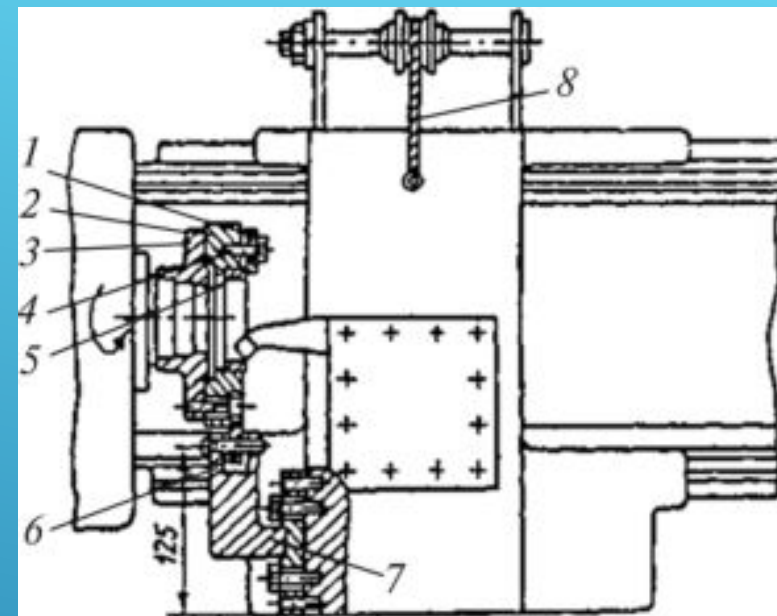

Рис. 4.6. Приспособления для обработки заготовки статорного кольца растачиванием:
► Профильное отверстие статорного кольца растачивается на токарном станке по копиру (рис. 4.6). На шпиндель станка монтируют планшайбу 3, имеющую посадочный пояс для установки копира 2. В выточку копира 2 вставляют заготовку 5 кольца, которую закрепляют планками 1 и болтами 4. К копиру 2 прижат постоянно ролик 6, сидящий на кронштейне 7, закрепленном на поперечном суппорте станка, с обратной стороны которого укреплен трос 8 с грузом. Винт поперечного суппорта демонтируют, в результате этого суппорт может свободно перемещаться. При вращении шпинделя станка копир 2 толкает ролик 6. Суппорт с закрепленным в нем резцом под действием копира и груза воспроизводит внутренний профиль статорного кольца. Продольная подача осуществляется через ходовой винт и маточную гайку (как при нарезании резьбы с шагом 0,1...0,05 мм).